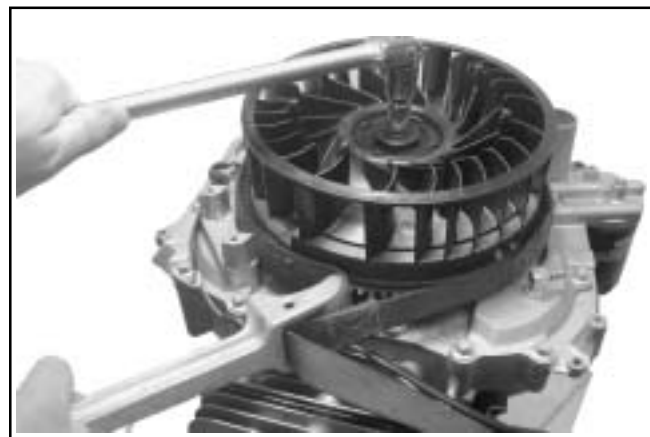

Figura 8-23. Desmontaje del ventilador y los accesorios de montaje del volante del motor
2. Saque el tornillo de retención, la arandela y la placa de montaje del ventilador que fija el ventilador y el volante del motor al cigüeñal. Ver Figura 8-23.